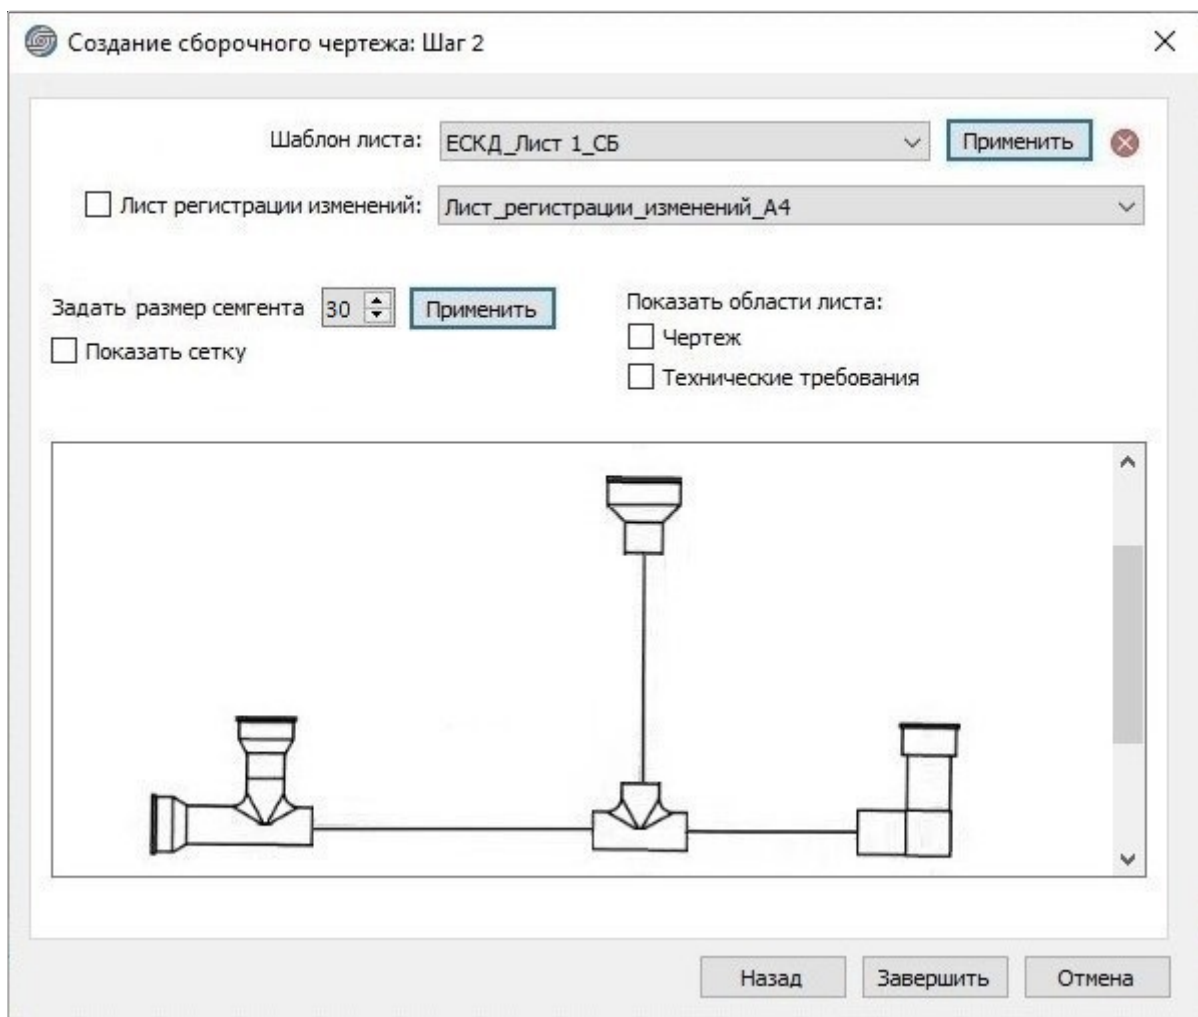

Рисунок 323. Окно «Создание сборочного чертежа: Шаг 2»
- 5) В открывшемся окне «Создание сборочного чертежа: Шаг 2» (см. рисунок 323):